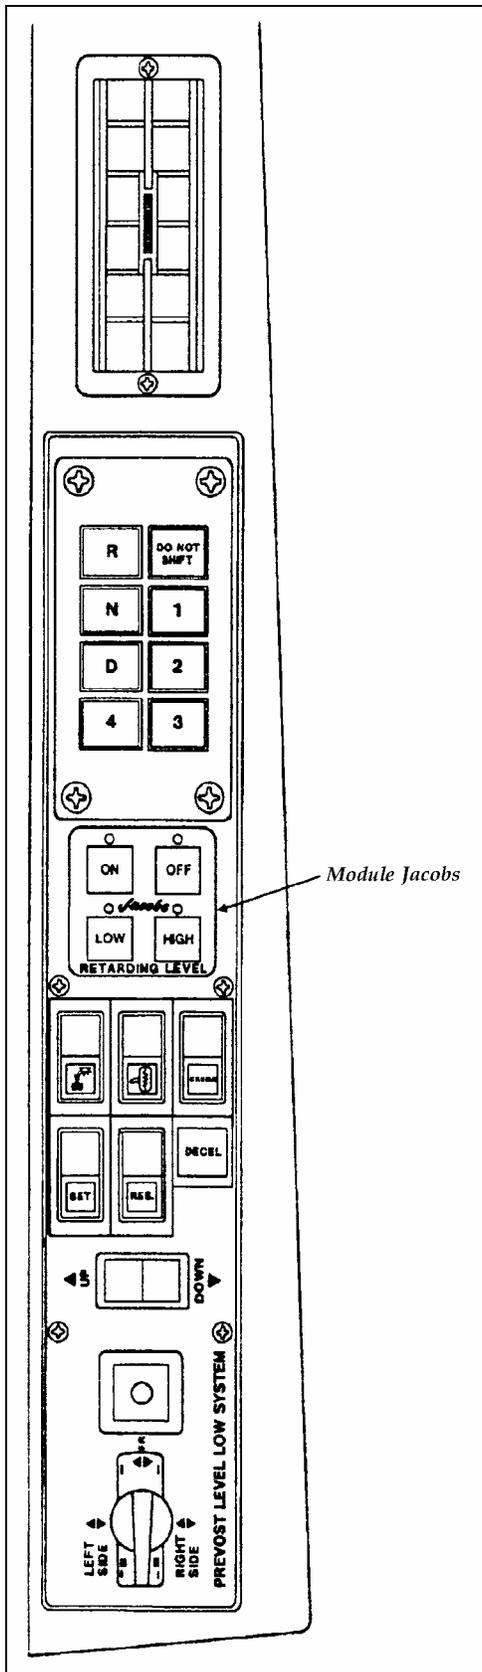

FIGURE 1
1. Sur le tableau de commande latéral gauche dans la section du conducteur, localiser le module de commande du frein moteur «Jacobs» (Voir la figure 1).